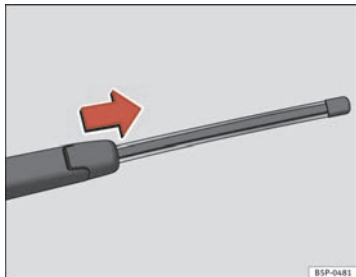

Abb. 164 Heckwischerblatt abnehmen
- Klappen Sie den Scheibenwischerarm von der Heckscheibe weg ⇒ Abb. 164.
- Verschieben den Adapter des Wischerblatts in Richtung des Pfeils und nehmen Sie das Wischerblatt ab ⇒ Abb. 164.